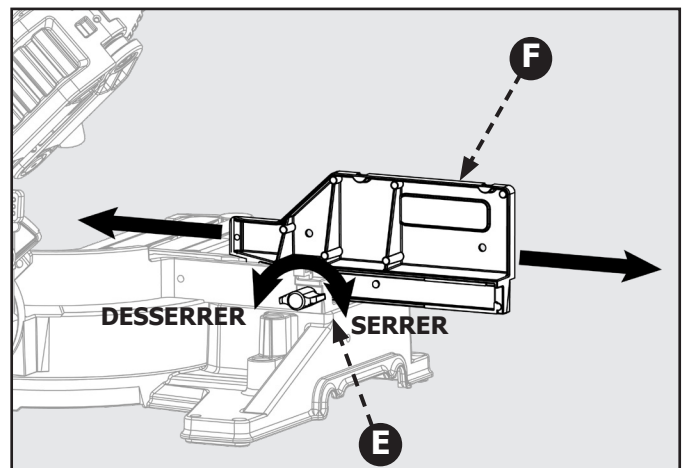

Figure 34
Cette scie dispose d'un guide avec rallonge ajustable. Pour étendre ou replier le guide, consultez la figure 34 et suivez ces instructions : Dévissez la manette de verrouillage (E) en la tournant dans le sens antihoraire et faites glisser le guide (F) jusqu'à la position désirée. Veillez à resserrer la manette de verrouillage (E) en la tournant dans le sens horaire.
**⚠ DANGER:** Vérifiez toujours la manette de verrouillage (E) pour vous assurer qu'elle est bien vissée avant d'effectuer une coupe. Le défaut de s'y conformer peut provoquer des blessures.